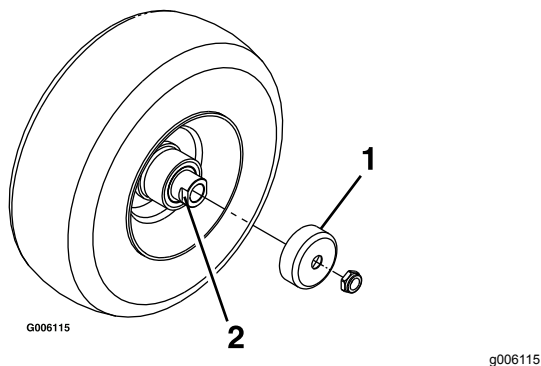

Bild 39
4. Entfernen Sie die Dichtungsabdeckungen von der Radnabe (**Bild 39**).